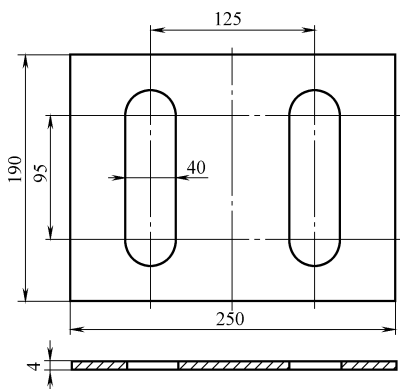

图 1-5
14. 计算图 1-5 所示材料为 Q235 钢板冲裁件的质量。